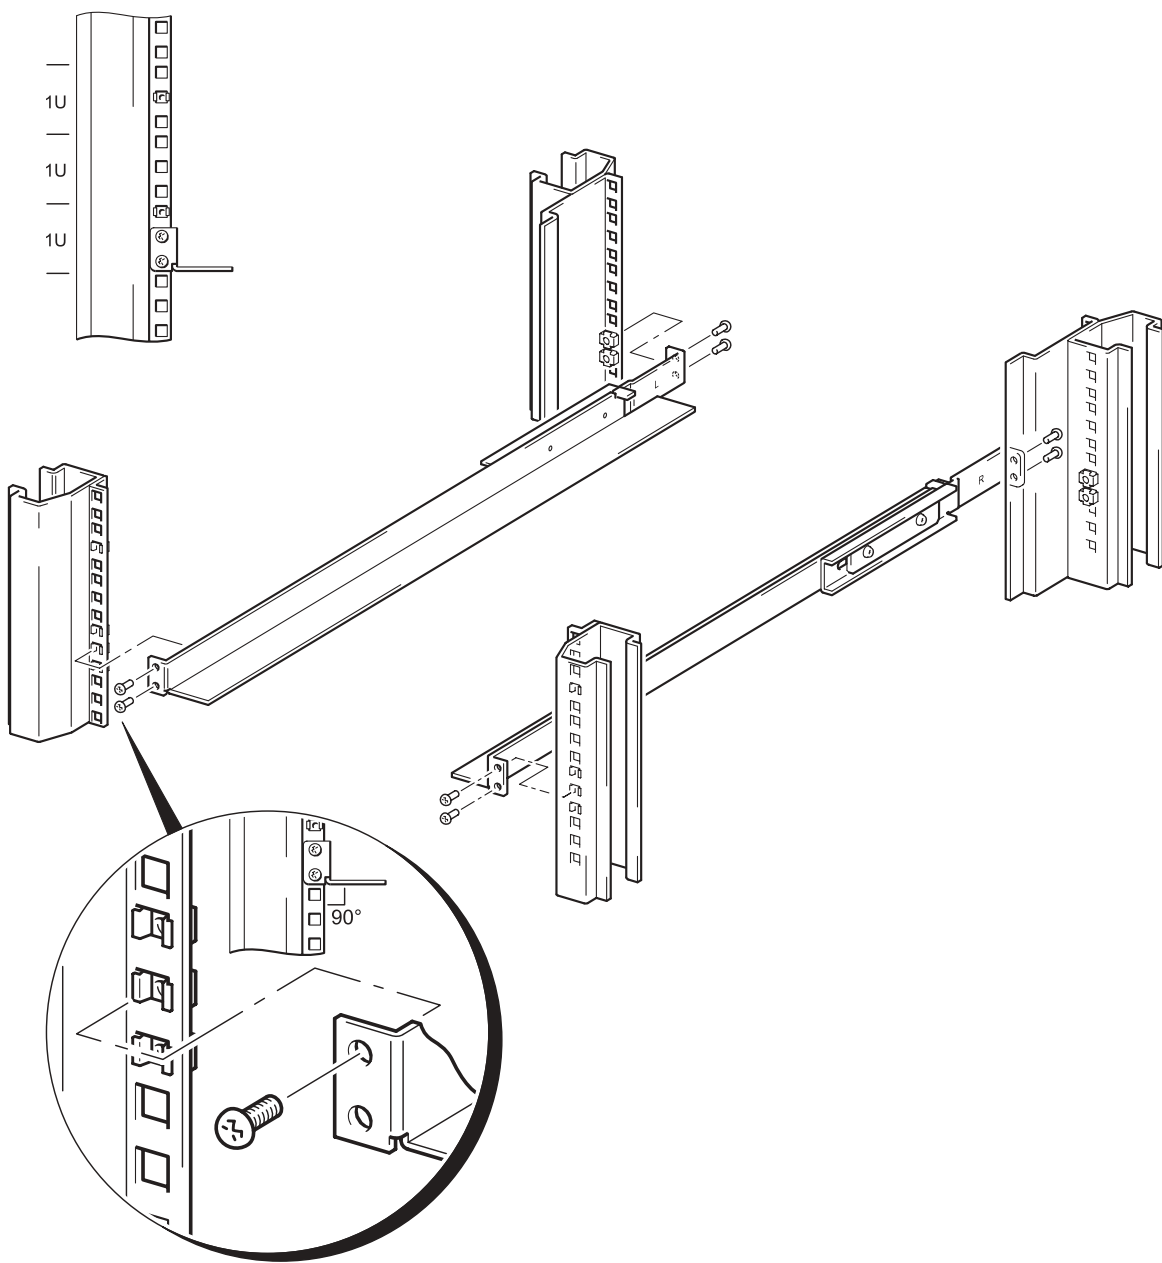

图 3b: 安装支持导轨（方孔剖面）
- 1 请参考图 3b。放好支持导轨，使导轨后部的法兰固定于后部机架柱的上方，且使导轨法兰中的两个小孔与两个固定螺母对齐。如果两人同时执行此操作会更容易一些。